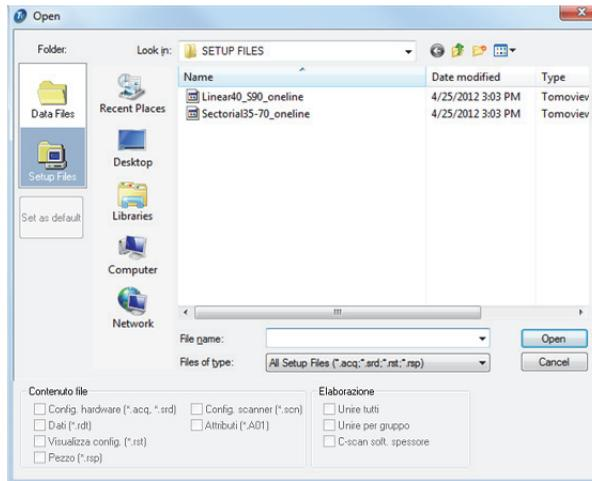

Figura 4-1 Finestra di dialogo Open (Apri)
2. Nella finestra di dialogo **Apri** che viene visualizzata (vedi Figura 4-1 a pagina 102) procedere come segue: